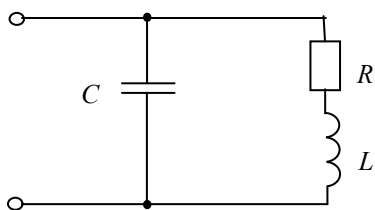

Рис. 2.26
2.2.11. Вычислить комплексное сопротивление электрической цепи при  $\omega = 314$  рад/с (рис. 2.26). Параметры цепи:  $R = 10$  Ом,  $L = 100$  мГн,  $C = 10$  мкФ.